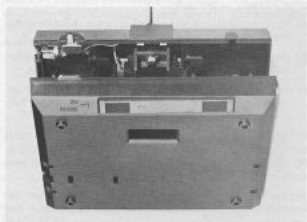

**Bild 1**
**Bild 1** zeigt die Außenansicht des 8 Kanal Sender-Grundgeräts Varioprop TM 2014.